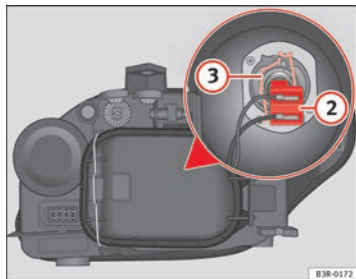

Abb. 195 Abblendlicht
- Ziehen Sie am Stecker ⇒ Abb. 195 ② und nehmen Sie diesen so von der Lampe ab.
- Die Haltefeder ⇒ Abb. 195 ③ durch Eindrücken und Rechtsdrehung abnehmen.